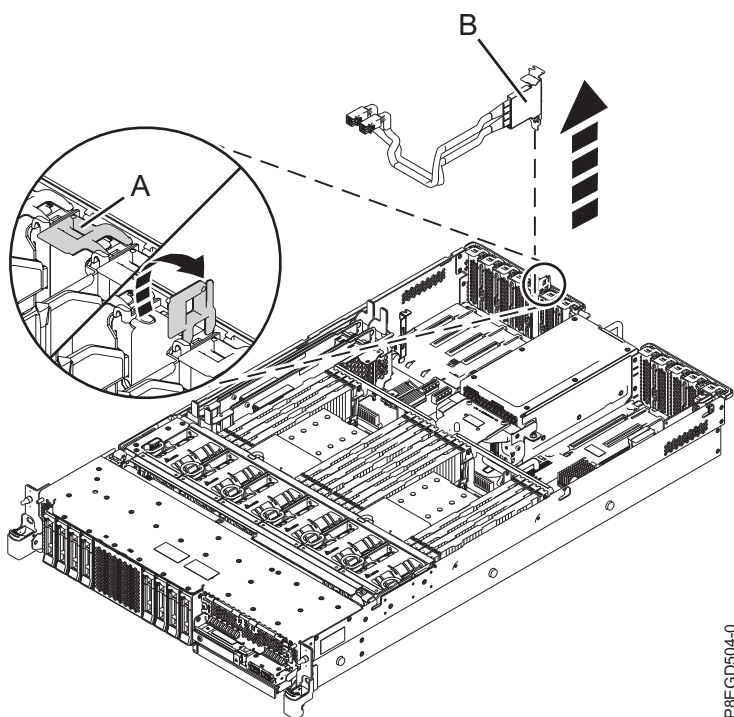

Figura 4. Remover o cabo SAS posterior
6. Na traseira do sistema, solte o trinco da peça de fixação do adaptador PCI (A) para a ranhura P1-C8 do adaptador PCI. Em seguida, remova o cabo SAS posterior (B). Consulte Figura 4.